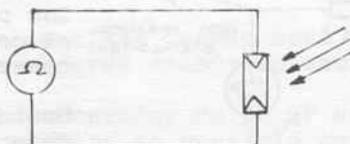

Fig.59
P.1.- Montar el circuito adjunto (fig.59 ). Con luz indirecta ¿de qué orden es su resistencia?